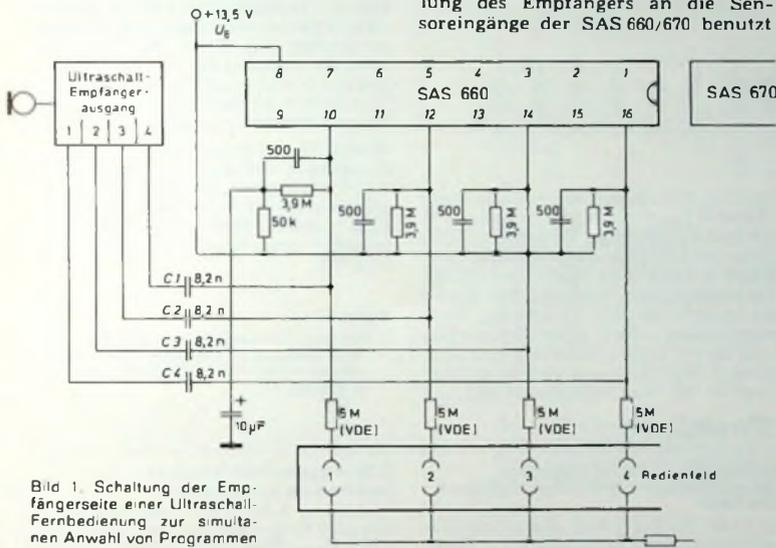

Bild 1. Schaltung der Empfängerseite einer Ultraschall-Fernbedienung zur simultanen Anwahl von Programmen
b) oder der Empfängeranschluss vor jeder Programmwahl einen Rücksetzimpuls für die als Ringzähler geschalteten Sensor-IS abgibt, der diese auf die 1. Speicherstufe (entsprechend Programm „1“) zurückstellt und nach erfolgter Rückstellung entsprechend der Ordnungsnummer  $N$  des anzuwählenden Programms  $N-1$  Zählimpulse abgibt, die sequentiell die Speicherstufen bis zur Stufe  $N$  weiterschalten. Bild 1 zeigt die Empfängerseite einer Fernbedienung zur simultanen An-